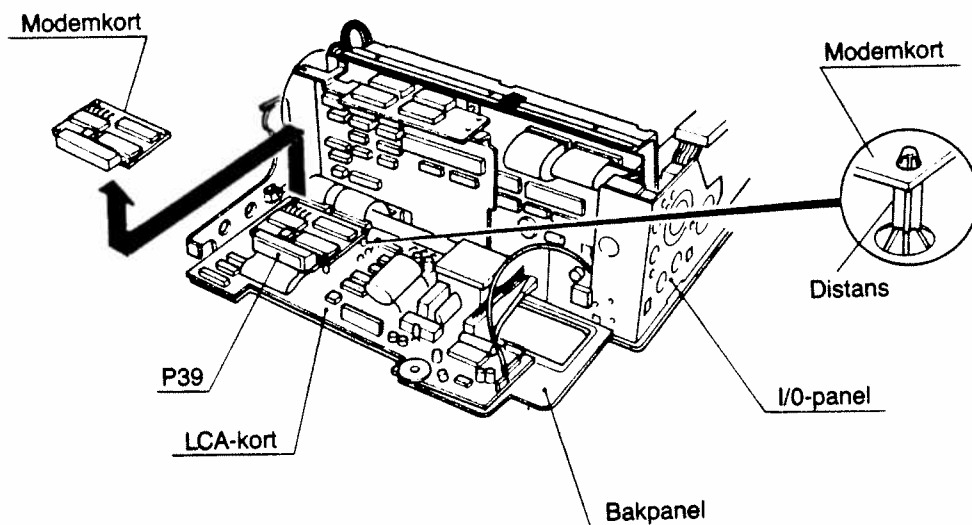

Bild 16. Modemkort, byte
3. Lossa modemkort från distanserna (se bild 16).